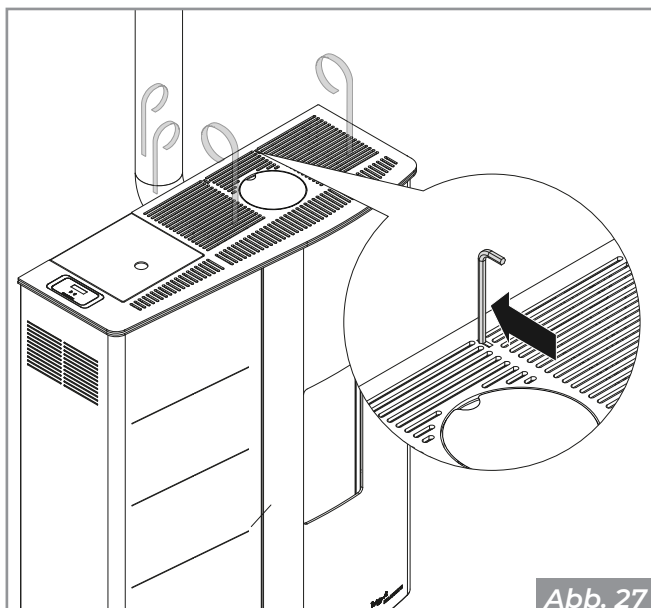

Abb. 27
- oben und hinten (**Abb. 27**).